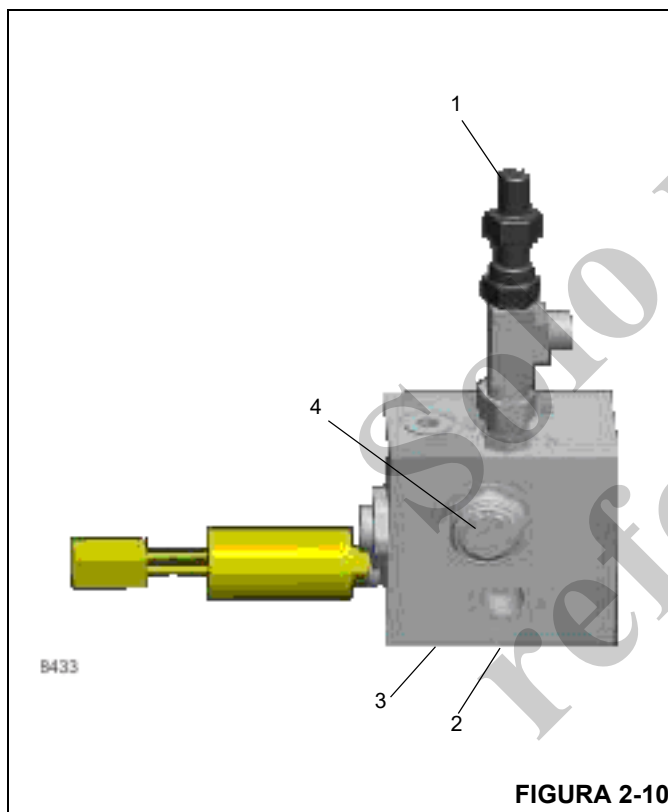

FIGURA 2-10
2. Instale un manómetro en la lumbrera de prueba de presión "A1" de la válvula de carga de acumulador doble de frenos (Figura 2-10).